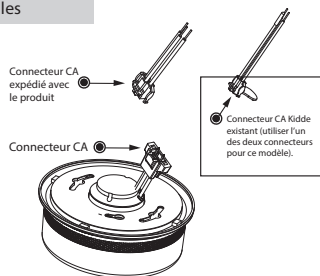

Figure 9-B
- La figure 9-A illustre le câblage d'interconnexion. Une mauvaise connexion risque d'endommager l'avertisseur, de l'empêcher de fonctionner ou de provoquer un choc électrique.